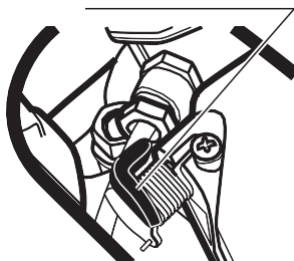

Рис. 19
- Рычагом декомпрессора двигателя приведите его в открытое положение (во время запуска двигателя клапан декомпрессора автоматически закроется) (рис. 19).
- Удерживая декомпрессор (рис. 19), поверните ключ выключателя зажигания в положение «СТАРТ». Через несколько секунд после того, как вал двигателя наберет максимальные обороты, отпустите декомпрессор и отпустите ключ зажигания сразу после того, как двигатель генератора заведется (ключ выключателя зажигания при этом автоматически займет положение «ВКЛ»).